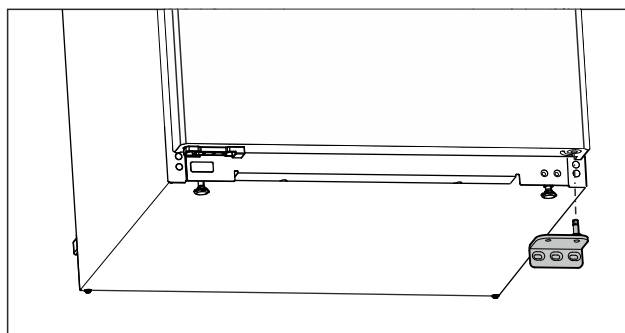

Fig. 15
- ▶ Зніміть опорний кронштейн у напрямку вниз. (див. Fig. 15)